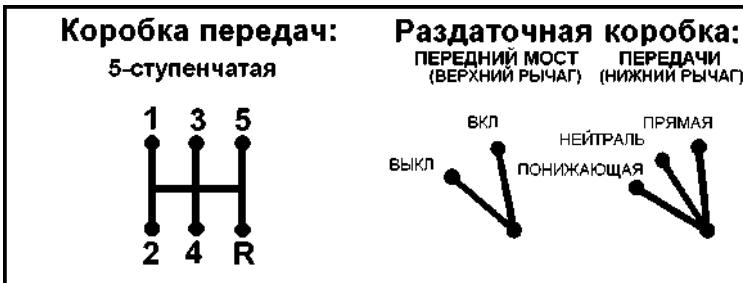

Abb. 3.2. Schematische Darstellung der Positionen der Schalthebel des Getriebes und der Schalthebel des Verteilergetriebes
- 13 — Schalthebel für die Vorderachsschaltung (Abb. 3.2). Er hat zwei Positionen: vordere – Achse eingeschaltet; hintere – Achse ausgeschaltet;
- 14 — Schalthebel für das Verteilergetriebe (Abb. 3.2). Er hat drei Positionen: vordere – Direktgang eingelegt, mittlere – Neutralstellung, hintere – Untersetzungsgang eingelegt;
- 15 — Schalthebel (Abb. 3.2);